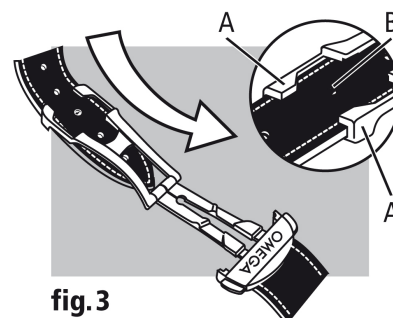

fig. 3
Ajuste do comprimento (fig. 3): solte a junção longa de duas guias (A) e o pino (B). Desloque a bracelete no sentido desejado e introduza novamente o pino e as duas guias. Experimente o relógio e efectue um novo ajuste se necessário.